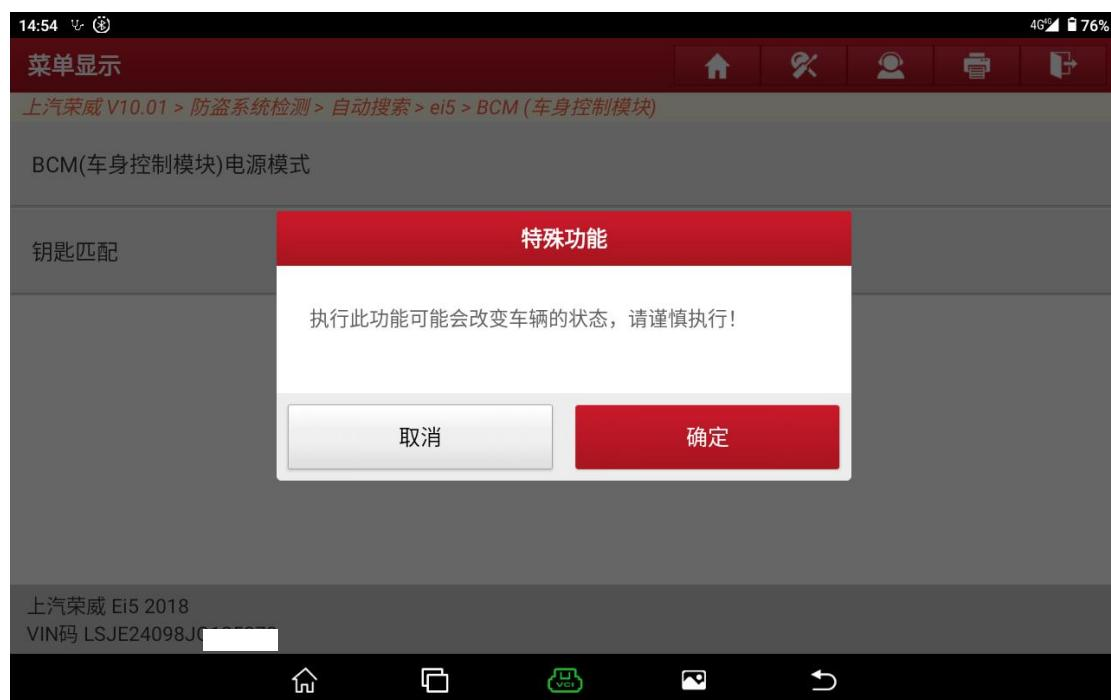
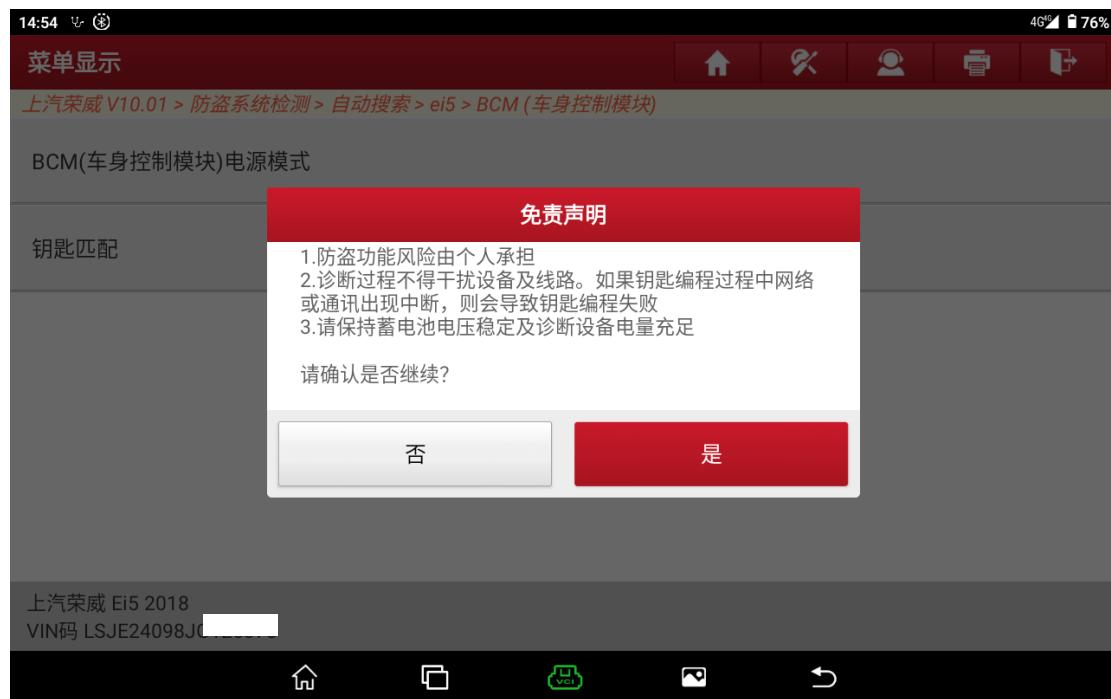
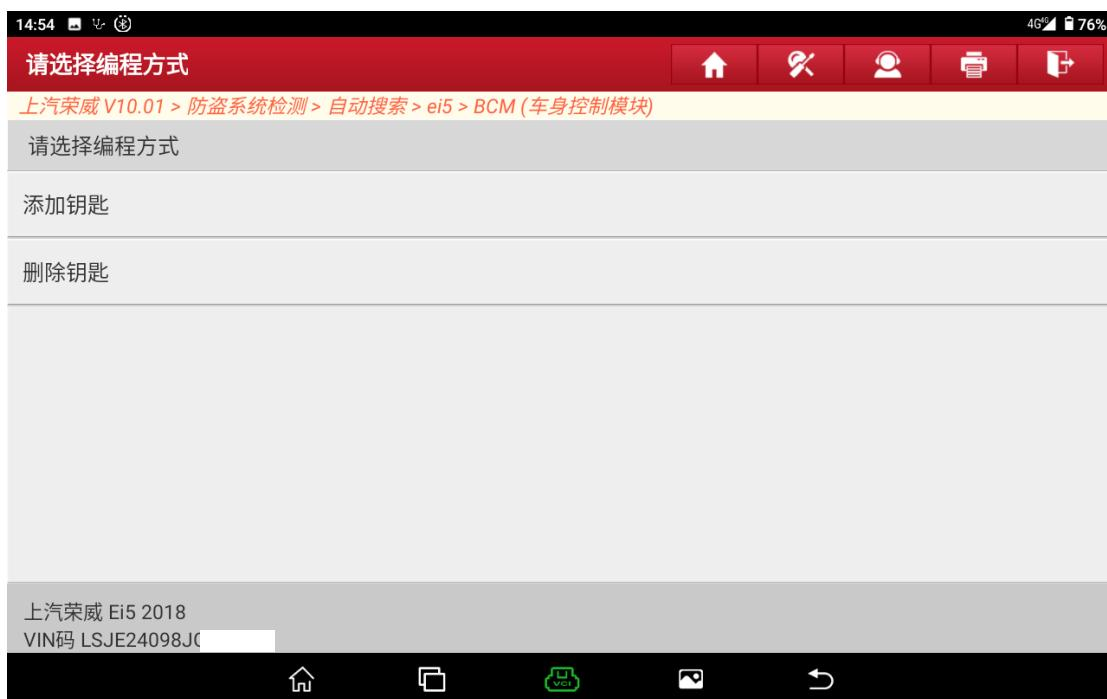

图 26
图 27
图 28
9. 进入菜单【特殊功能】→【钥匙匹配】(图 26、图 27、图 28)